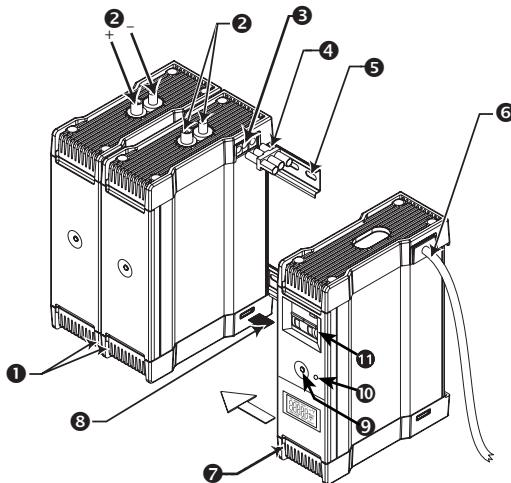

Abb. 1: Überwachungseinheit montieren
Mit dem AC-Stecker wird das Netzeinspeisekabel an den *Wechselspannungsausgang zur Netzeinspeisung* angeschlossen (⑥ in Abb. 1).